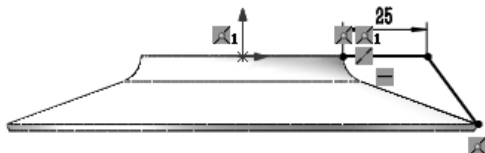

图 4-73 标注尺寸
① 新建草图。在“FeatureManager 设计树”中选择“右视基准面”作为草图绘制基准面，单击“草图”控制面板中的“草图绘制”按钮，新建一张草图。单击“前导视图”工具栏中的“正视于”按钮，正视于右视图。
② 绘制直线。单击“草图”控制面板中的“直线”按钮，将光标移到台阶的边缘，当光标变为形状时，表示指针正位于边缘上，移动光标以生成从台阶边缘到零件边缘的折线。
③ 标注尺寸。单击“草图”控制面板中的“智能尺寸”按钮，为草图标注尺寸，如图 4-73 所示。
④ 设置视图方向。单击“前导视图”工具栏中的“等轴测”按钮，用等轴测视图观看图形。
⑤ 创建筋特征。单击“特征”控制面板中的“筋”按钮，或选择菜单栏中的“插入”→“特征”→“筋”命令，弹出“筋”属性管理器；单击“两侧”按钮，设置厚度生成方式为两边均等添加材料，在“筋厚度”文本框中输入